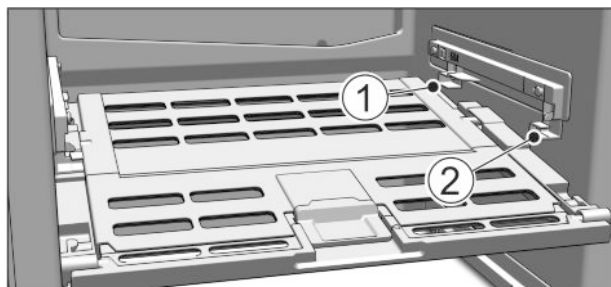

Fig. 16
► Mettre en place le couvercle du compartiment Fruit & Vegetable : Introduire les rainures du couvercle en bas dans le support arrière Fig. 16 (1) et les insérer dans le support Fig. 16 (2).